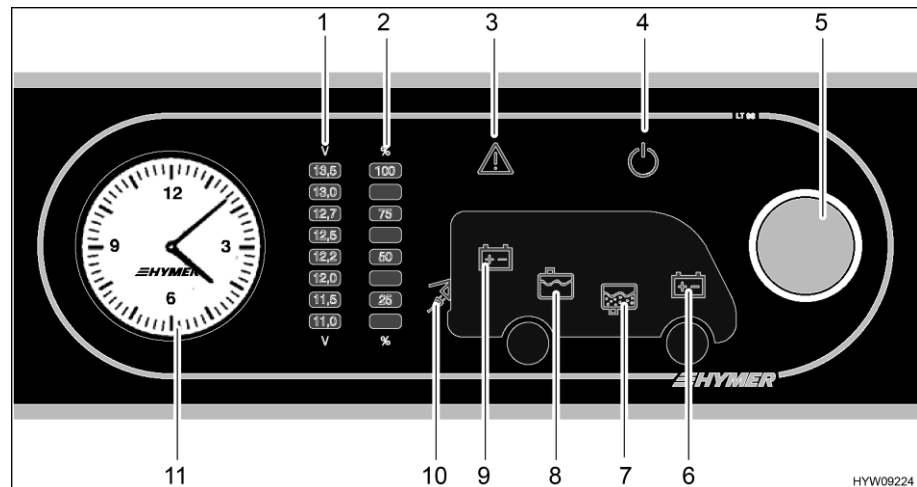

Fig. 146 Panel (LT 98)
El pulsador giratorio (Fig. 146,5) conecta y desconecta el panel y la alimentación de 12 V del habitáculo.
- Presionar el pulsador giratorio (Fig. 146,5): La alimentación de 12 V del habitáculo está conectada. La luz de control de 12 V (Fig. 146,4) se enciende.
- Presionar el pulsador giratorio (Fig. 146,5): La alimentación de 12 V del habitáculo está desconectada. Se apaga la luz de control de 12 V (Fig. 146,4).
A través del pulsador giratorio (Fig. 146,5) se puede consultar tanto la tensión de la batería del habitáculo como la tensión de la batería del motor de arranque. La tensión es indicada en la escala indicadora de la tensión de batería (Fig. 146,1).
- Girar el pulsador giratorio (Fig. 146,5) hasta que esté iluminado el símbolo de la batería para la cual se habrá de consultar la tensión.
Se indica la tensión de la batería del habitáculo (Fig. 146,9)
Se indica la tensión de la batería del motor de arranque (Fig. 146,6)
- Leer la tensión en la escala indicadora Tensión de batería (Fig. 146,1).
A través del pulsador giratorio (Fig. 146,5) se puede consultar tanto el nivel de llenado del depósito de agua como el nivel de llenado del depósito de aguas residuales. El nivel de llenado es indicado en la escala indicadora Nivel de llenado del depósito (Fig. 146,2).
- Girar el pulsador giratorio (Fig. 146,5) hasta que esté iluminado el símbolo del depósito para el cual se habrá de consultar el nivel de llenado.
Se indica el nivel de llenado del depósito de agua (Fig. 146,8)
Se indica el nivel de llenado del depósito de aguas residuales (Fig. 146,7)
- Leer el nivel de llenado la escala indicadora Nivel de llenado del depósito (Fig. 146,2).
La luz de alarma Alarma (Fig. 146,3) parpadeará tan pronto se sobrepase o se quede abajo de valores límite definidos.
La luz de alarma Alarma (Fig. 146,3) parpadeará tan pronto la tensión de la batería quede abajo de 11 V. En caso de que esté conectada la alimentación de 12 V, adicionalmente estará iluminado el símbolo de batería correspondiente (Fig. 146,6 ó 9), y la indicación "11,0" de la escala indicadora Tensión de batería (Fig. 146,1) parpadeará. Amenaza de descarga completa.
La luz de alarma Alarma (Fig. 146,3) parpadeará y el símbolo del depósito correspondiente (Fig. 146,7 ó 8) estará iluminado tan pronto esté vacío el depósito de agua o lleno el depósito de aguas residuales.
Se enciende la luz de control de 230 V (Fig. 146,10) cuando hay tensión de red en la entrada del bloque eléctrico.